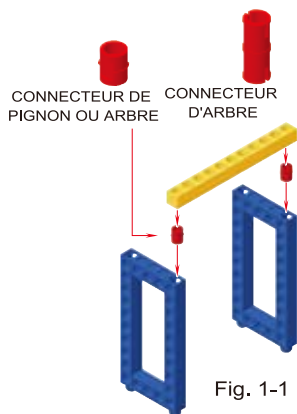

Fig. 1-1
1. Les connecteurs du pignon et de l'arbre peuvent servir à brancher les barres et cadres (fig. 1-1).